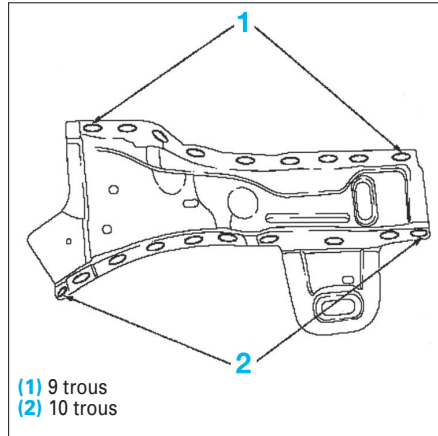

FIG. 17
• Préparer la tôle d'embout de longeron complète (trous oblongs : 5 x 18 mm) (Fig.17).